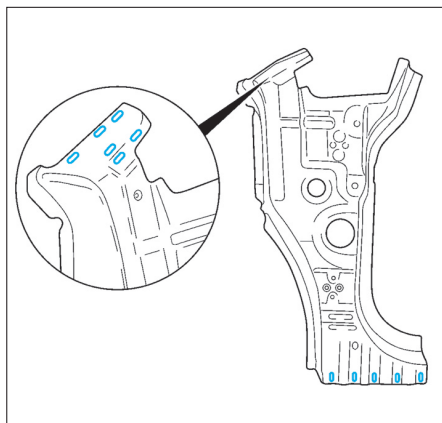

FIG. 16
- Effectuer onze trous oblongs de 8 x 24 mm dans le renfort de montant A (Fig.16).